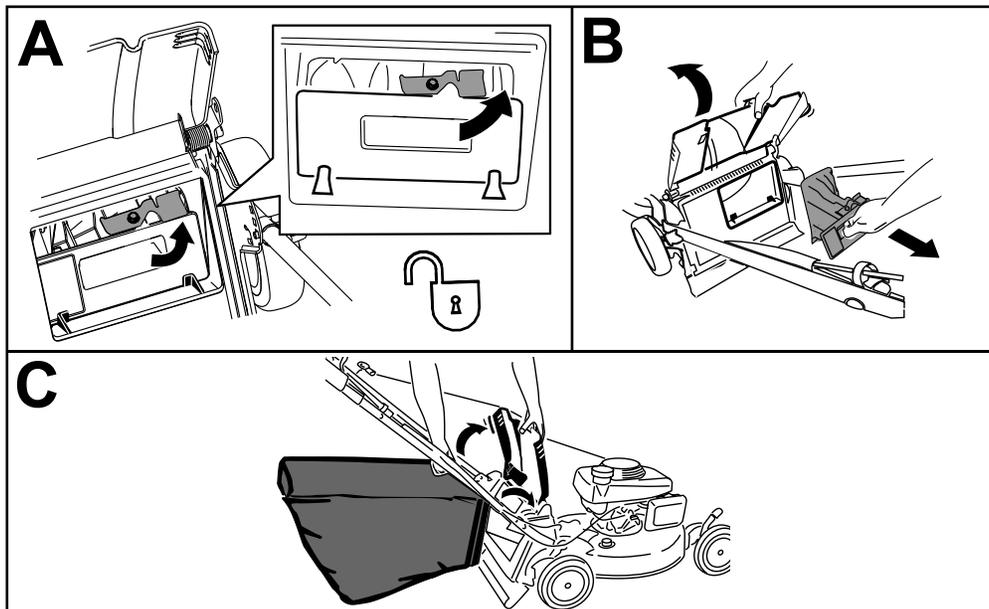

図 22
**注** 後部プラグを外すには、プラグについているレバーを右に回す**図 22**。